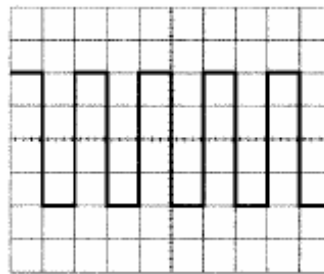

Рис.5.1
- 5) Установите переключатель AC-GND-DC в положение AC. На экране ЭЛТ должно появиться изображение сигнала, как показано на рис. 5.1.
8) Регуляторами POSITION можно перемещать изображение сигнала относительно сетки для удобства измерения напряжения (U_{p-p}) или периода (T).